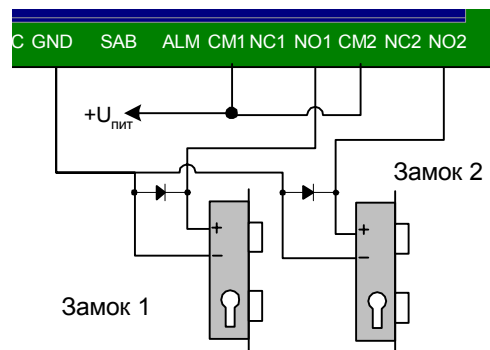

Рис. 4.5
Контакты реле допускают коммутацию напряжения 24 В при токе до 5 А. При использовании контактов реле для включения /выключения тока через индуктивную нагрузку, например, при управлении электромеханическим замком, возникают электрические импульсы большой амплитуды. Для предотвращения выхода из строя контактов реле необходимо шунтировать индуктивную нагрузку диодом, включенным встречно напряжению питания катушки, см. рис. 4.5.
- В приведенном примере сдать под охрану и снять можно кодом Рис. 4.5 пользователя № 3 или № 4.